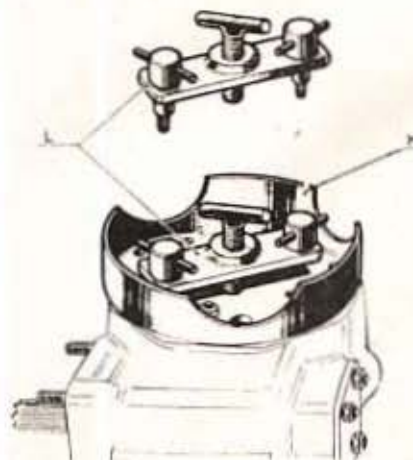

Fig. 111. — La bride (L) permet de fixer correctement le montage (K) sur le carter
- Monter la bride L de façon à appuyer et fixer correctement le montage sur le carter (fig. 111).